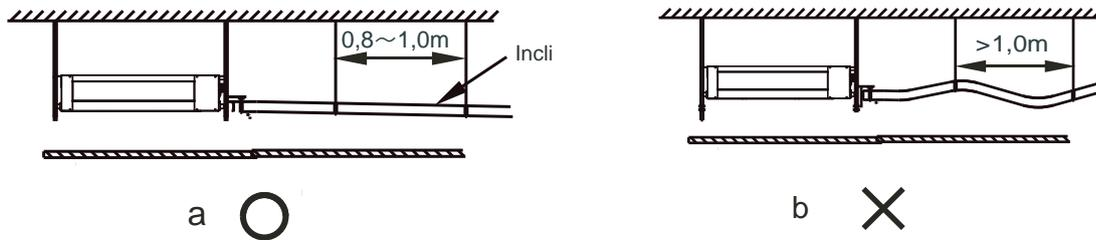

Figura 5.2
- Para evitar o contrafluxo de água para dentro da unidade terminal quando a operação for interrompida, o tubo de descarga de água deve ser inclinado para baixo, em direção à parte externa (lado de drenagem) com uma inclinação superior a 1/100. Assegure-se de que o tubo de descarga de água não se avolume nem armazene água, caso contrário, provocará ruídos estranhos. Consulte a Figura 5.2.
- Ao conectar a tubulação de descarga de água, não use força para puxar os tubos para evitar que as conexões do tubo de sucção de água fiquem frouxas. Ao mesmo tempo, coloque um ponto de apoio a cada 0,8~1 m para evitar que os tubos de descarga de água entortem. Consulte a Figura 5.2.
- Quando a saída do tubo de descarga de água for maior que a conexão do tubo para a sucção de água, tente manter o tubo de descarga de água o mais vertical possível, e as conexões de saída de água se dobrarão de modo que a altura do tubo de descarga de água esteja a menos de 1.000 mm da base da bandeja de dreno. Caso contrário, haverá excesso de fluxo de água quando a operação for interrompida. Consulte a Figura 5.2.